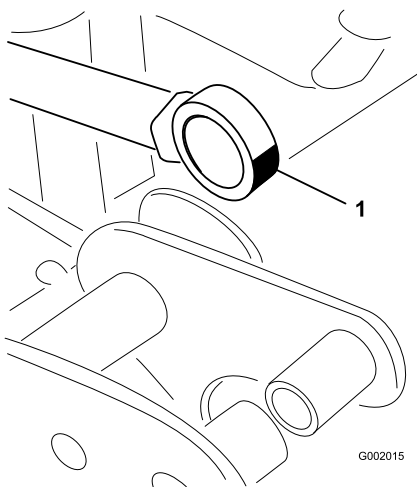

Figura 107
5. Gire la rótula y aplique grasa al cojinete (Figura 107).